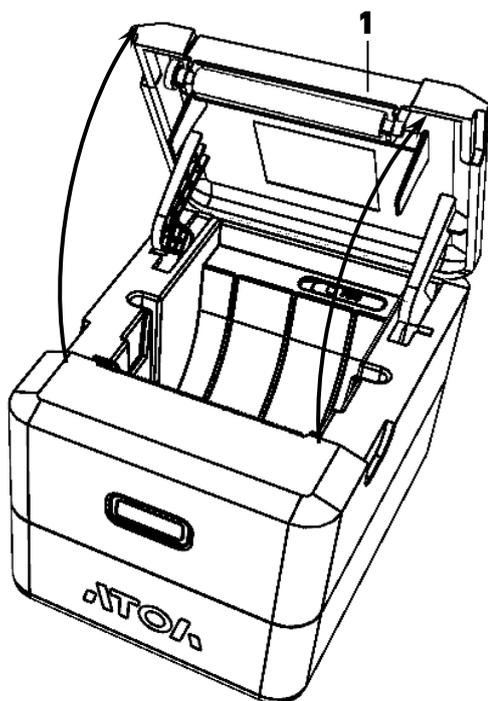

Рисунок 4. Направление открытия крышки ККТ
- 2 Откинуть крышку 1 (рисунок 4).